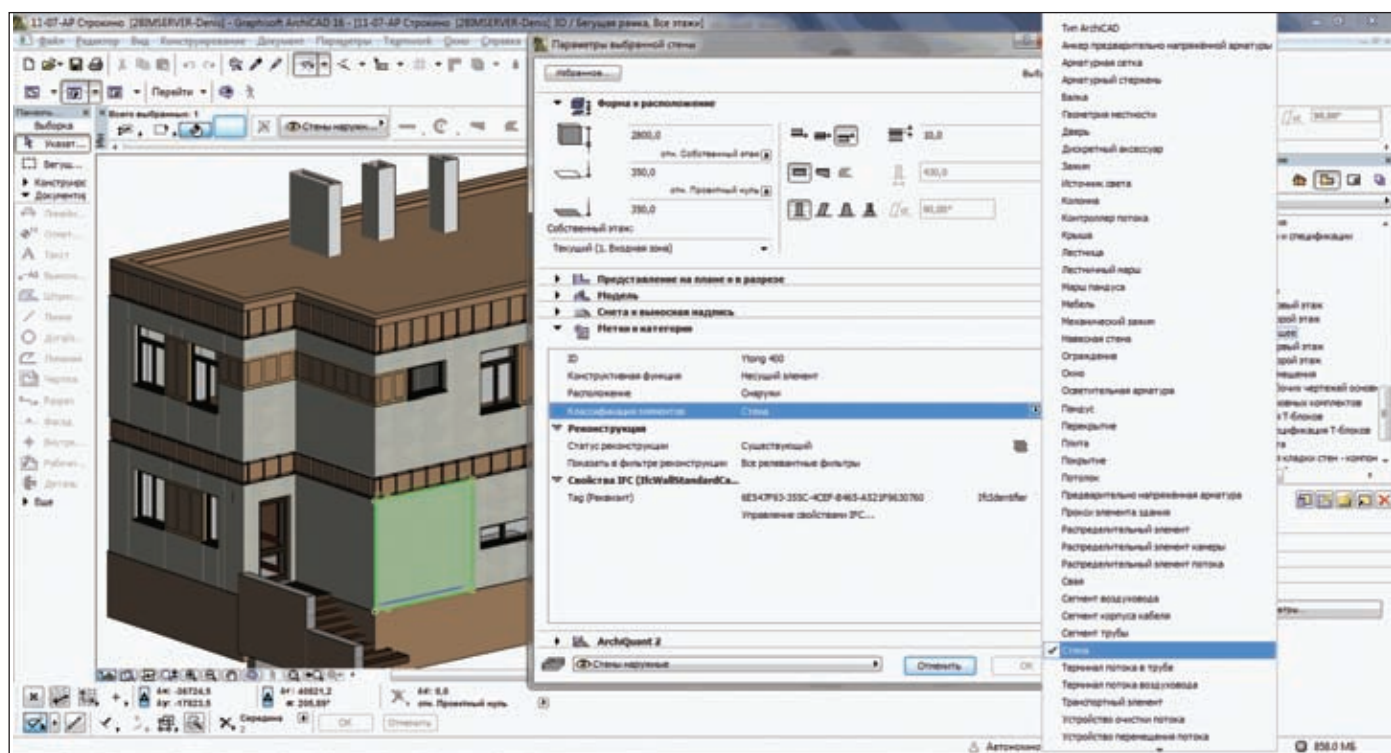

Рис. 4. Классификация элементов позволяет более точно передавать модель из одной BIM-среды в другую
- в свойствах каждого элемента есть характеристики, которые классифицируют элемент по различным направлениям: архитектор может задавать несущую функцию элемента (которая также помогает при фильтрации модели — см. этап №1), расположение объекта (интерьерный объект либо экстерьерный), статус реконструкции (объект под снос, вновь возводимая или временная конструкция) и класс элемента (рис. 4). О последнем поговорим подробнее.